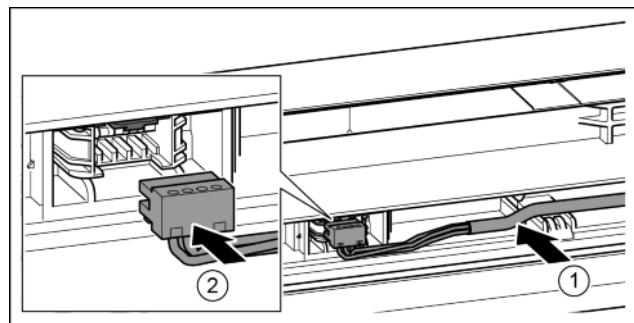

Fig. 36
- ▶ Вставить серый кабель в направляющую в верхней двери. *Fig. 36 (1)*
- ▶ Зафиксировать штекер. *Fig. 36 (2)*